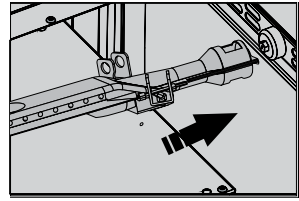

Figura 66
- Ensamble de nuevo el quemador de tal forma que coincida concéntricamente el quemador con el porta inyector colocando los tornillos de acuerdo a la posición inicial. (Ver figura 66).